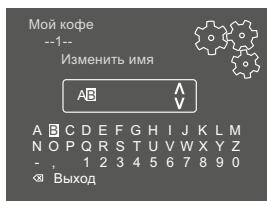

Рис. 19: Изменение названия профиля пользователя
5. Выберите с помощью кнопок со стрелками отдельные символы, подтверждая выбор нажатием на "menu/ok" (см. Рис. 19).